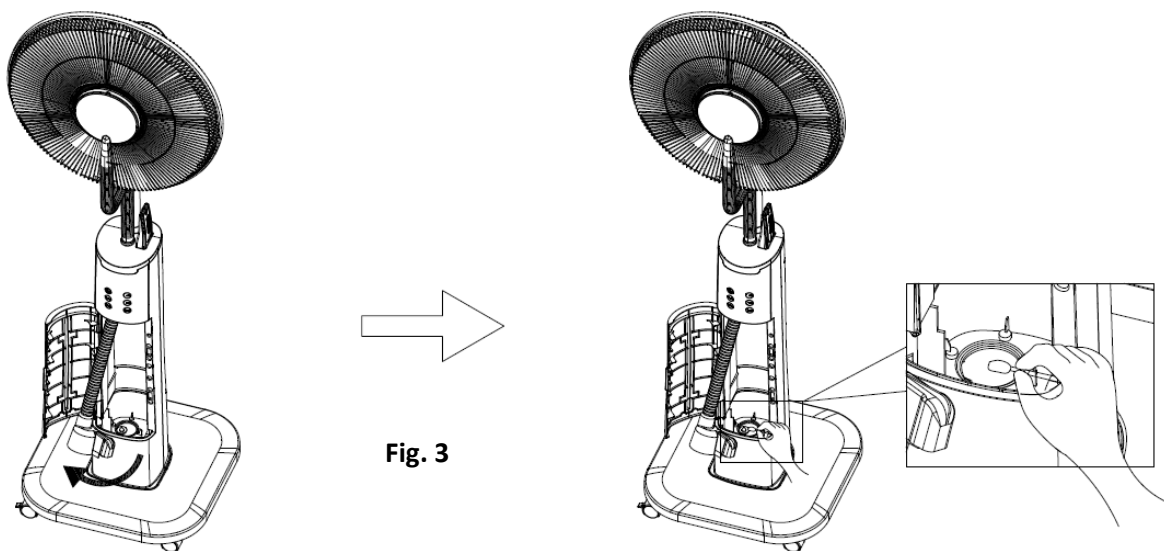

Fig. 3
4. Veeg de ultrasonische triller voorzichtig schoon met een wattenstaafje dat in een reinigingsmiddel is gedept. (Fig. 3)